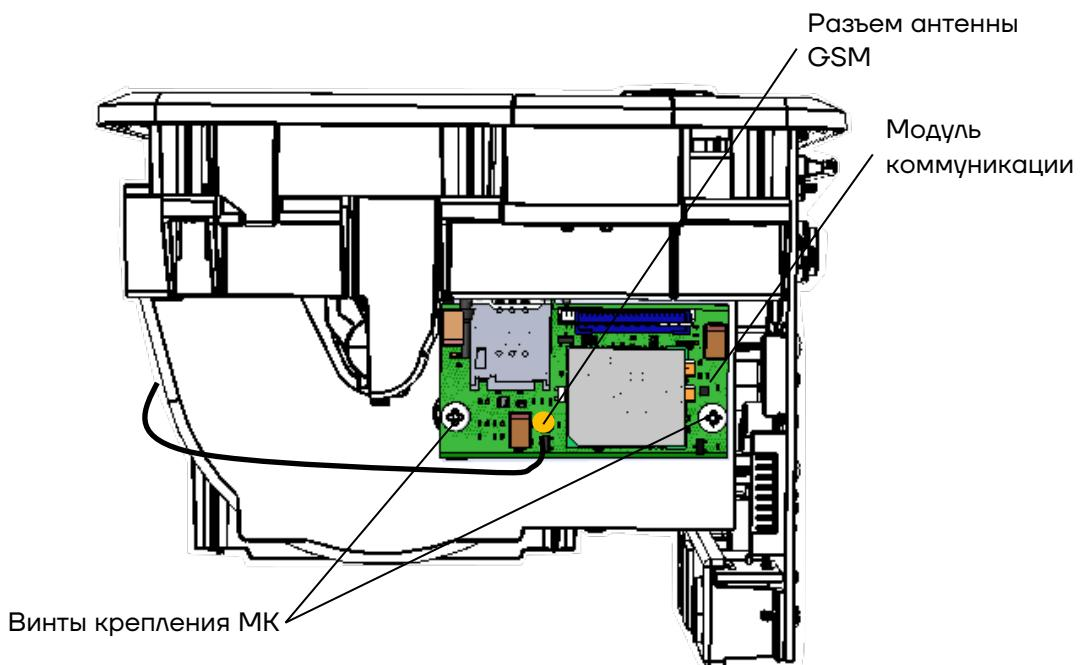

Рисунок 12. Винты крепления МК и антенна GSM
**6** Открутить два винта крепления МК к внутренней поверхности лотка для ЧЛ (см. рисунок 12).